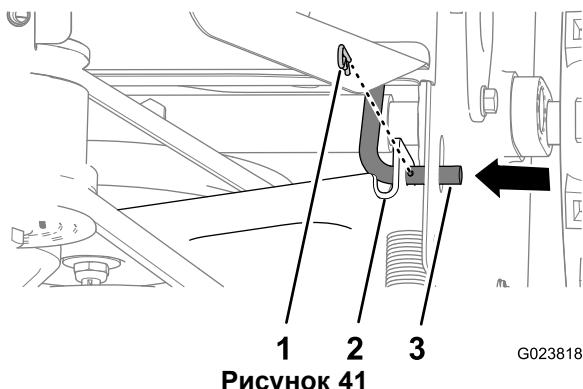

Рисунок 41
- Извлеките шплинт из штока управления тягой (Рисунок 41).
- Переместите кронштейн управления тягой назад и совместите отверстие в кронштейне со штоком управления тягой (Рисунок 41).
- Проденьте шток через кронштейн и закрепите шток шплинтом (Рисунок 41).